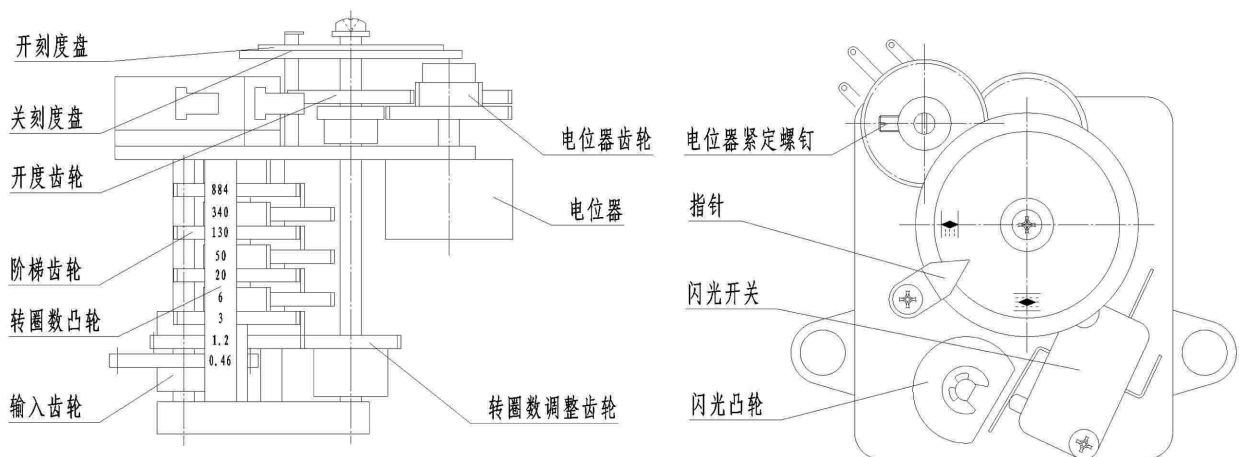

图 8 开度指示机构
5.5 开度指示机构：结构见图 8。输入齿轮由计数器个位齿轮带动，经减速后，指示盘随阀门的开关过程同时转动，以指示阀门的开关量，电位器轴和指示盘同步转动，供远传开度指示用。移动转圈数调整齿轮可以改变转圈数。开度指示机构内设一微动开关和凸轮，当电动装置运转时，旋转凸轮周期性地使微动开关动作，其频率为输出轴转动一圈动作一次或二次，可供闪光信号等使用。
7.3 开度指示机构的调整（参见图 8）